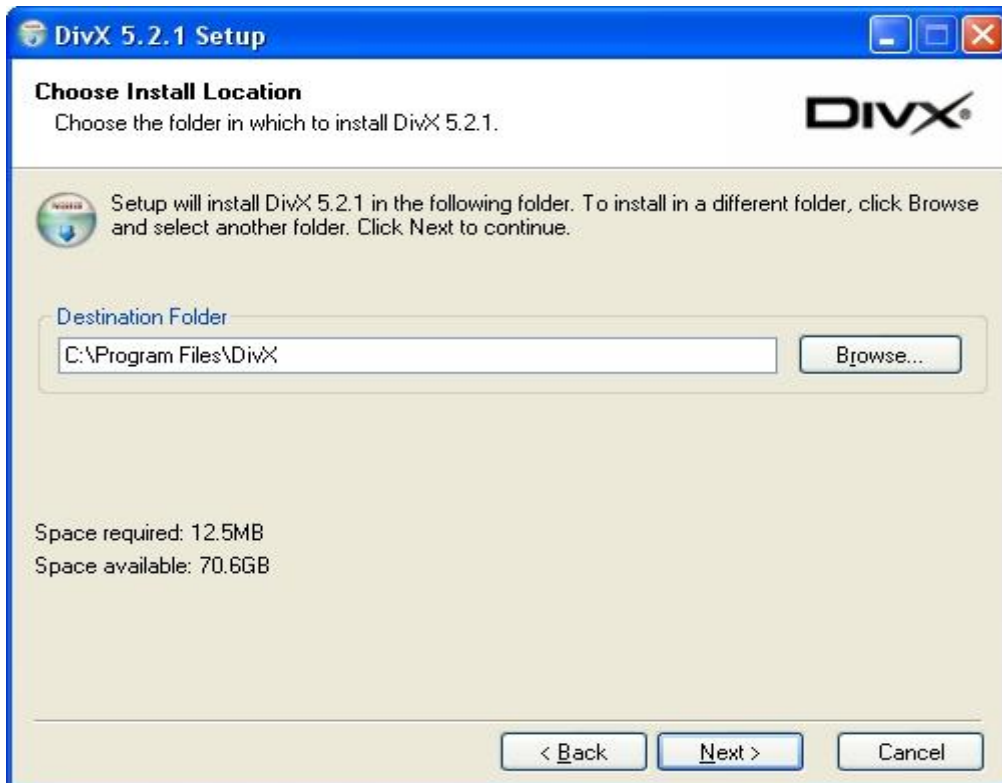

Рис. 11
**Внимание:** После окна с указанием пути установки (Рис. 11), следующее окно появится после небольшой задержки